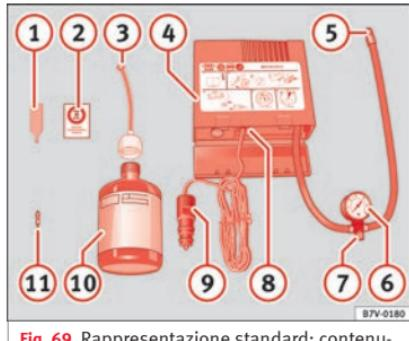

Fig. 69 Rappresentazione standard: contenuto del kit per la riparazione degli pneumatici.
- Svitare il cappuccio e l'elemento di tenuta della valvola del pneumatico. Utilizzare l'apparato » fig. 69 ① per estrarre l'elemento di tenuta. Collocarlo su una superficie pulita.
- Agitare vigorosamente la bomboletta del sigillante per pneumatici » fig. 69 ⑩.
- Avvitare il tubo di gonfiaggio » fig. 69 ③ alla bomboletta del sigillante. La piombatura della bomboletta si rompe automaticamente.
- Rimuovere il tappo del tubo di riempimento » fig. 69 ③ e avvitare l'estremità aperta dal tubo alla valvola dello pneumatico.
- Ricollocare l'elemento di tenuta con l'apparato » fig. 69 ① nella valvola del pneumatico.
- Avvitare il tubo di gonfiaggio del pneumatico del compressore » fig. 69 ⑤ nella valvola del pneumatico.
- Verificare che la vite di sfiato dell'aria sia chiusa » fig. 69 ⑦.
- Collegare il connettore » fig. 69 ⑨ a una presa elettrica a 12 V del veicolo » fig. 168.
- Collegare il compressore ad aria con l'interruttore ON/OFF » fig. 69 ⑧.